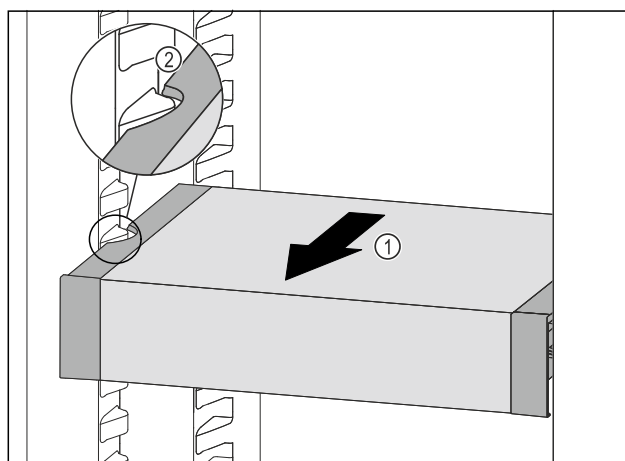

Fig. 63
- ▶ Trekk VarioSafe forover Fig. 63 (1), til utsparingene på sidene av VarioSafe er på nivå med rillene i kjøleskapet. Fig. 63 (2)